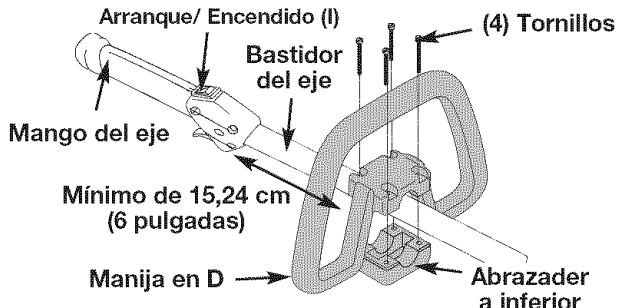

Fig. 1
- Coloque la manija en D por encima del bastidor del eje y sobre la abrazadera inferior (Fig. 1). Colóquela a un mínimo de 6 pulgadas desde el extremo del puño del eje.